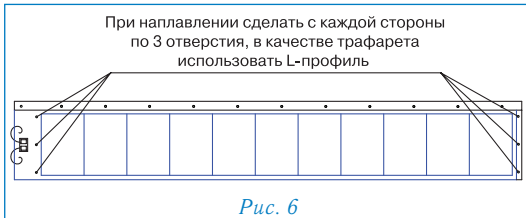

Рис. 6
Укладка ТЕГОСОЛАР методом «наплавления» (рис. 6)
- Для крепежа L-профиля в панели сделайте 3 дополнительных отверстия (согласно рис. 6);